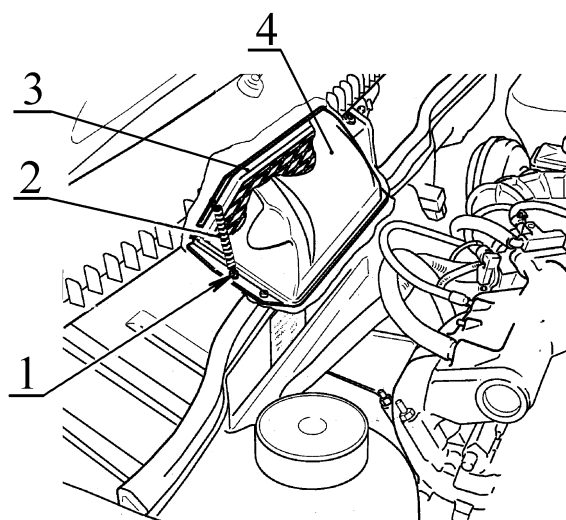

Рис.3. Снятие воздушного фильтра:
6.1 Отвернуть два винта 1, рис.3 от защитного кожуха 4 ventильатора отопителя, снять воздушный фильтр 3 с пружинами 2 в сборе (отвертка крестообразная).